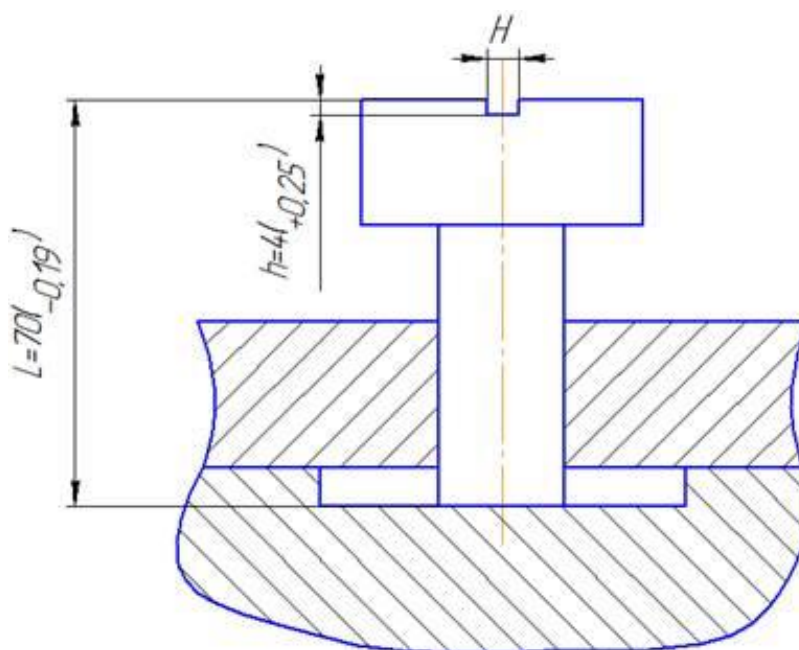

Рисунок 1Б – Операционный эскиз
1. Оформить операционный эскиз детали (Рисунок 1Б приложения)